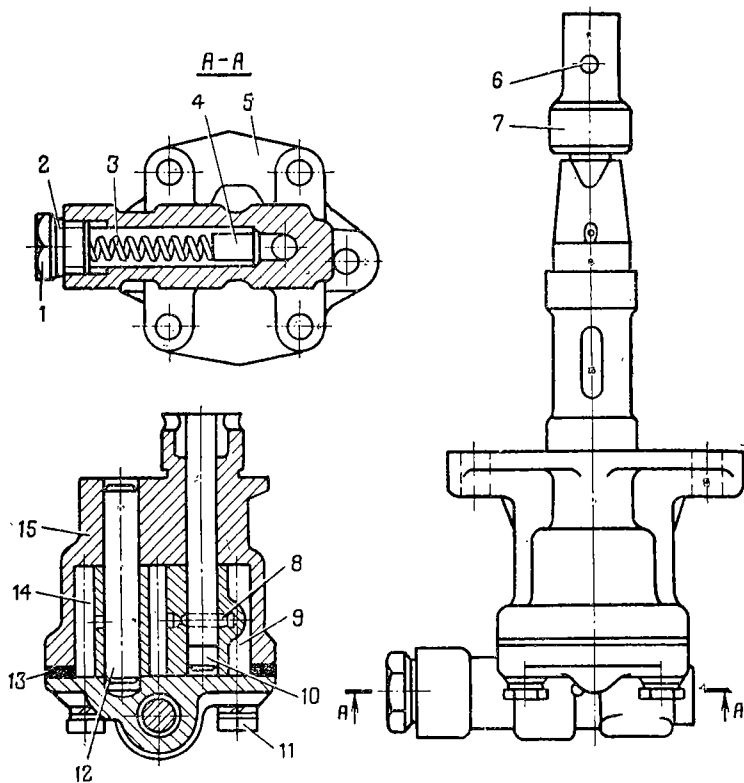

Рис. 52. Масляный насос
1. Выбить штифт 6 (рис. 52) из отверстий вала 10 и шестерни 7.
1. Установить в отверстие крышки 5 (рис. 52) плунжер 4 клапана и пружину 3. Надеть на пробку 1 уплотнительную прокладку 2 и ввернуть пробку в крышку насоса (см. технические требования, п. а).